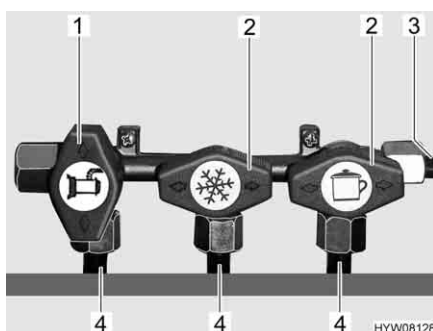

Fig. 73 Posizione dei rubinetti di arresto del gas (esempio)
- Apertura:** ■ Posizionare il rubinetto di arresto del gas dell'apparecchio a gas corrispondente parallelamente (Fig. 73,1) alla tubatura (Fig. 73,4) che alimenta l'apparecchio a gas.
- Chiusura:** ■ Posizionare il rubinetto di arresto del gas dell'apparecchio a gas corrispondente trasversalmente (Fig. 73,2) alla tubatura (Fig. 73,4) che alimenta l'apparecchio a gas.